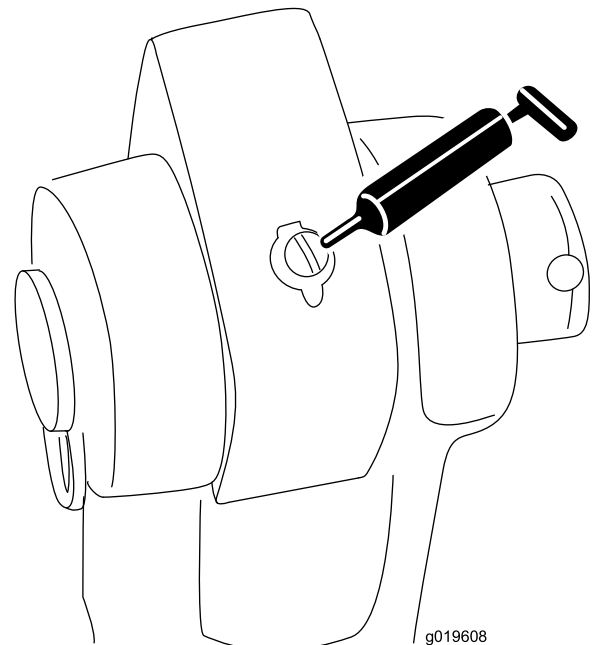

Figura 20
- Pivotes de los cilindros (2) – Figura 20